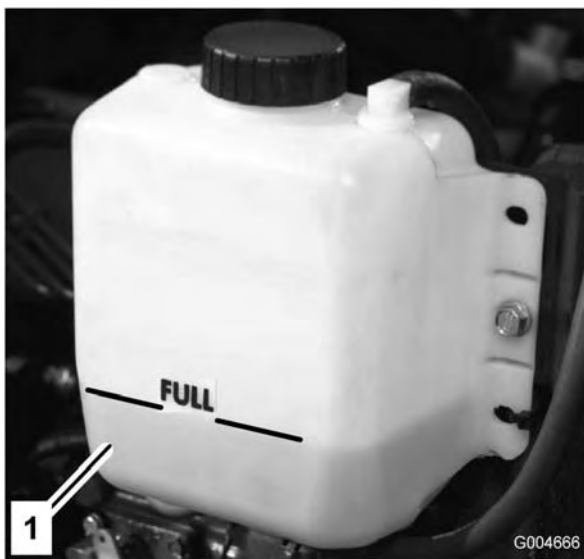

Figure 7
1. Retirez le bouchon du radiateur et le bouchon du vase d'expansion avec précaution (Figure 7).